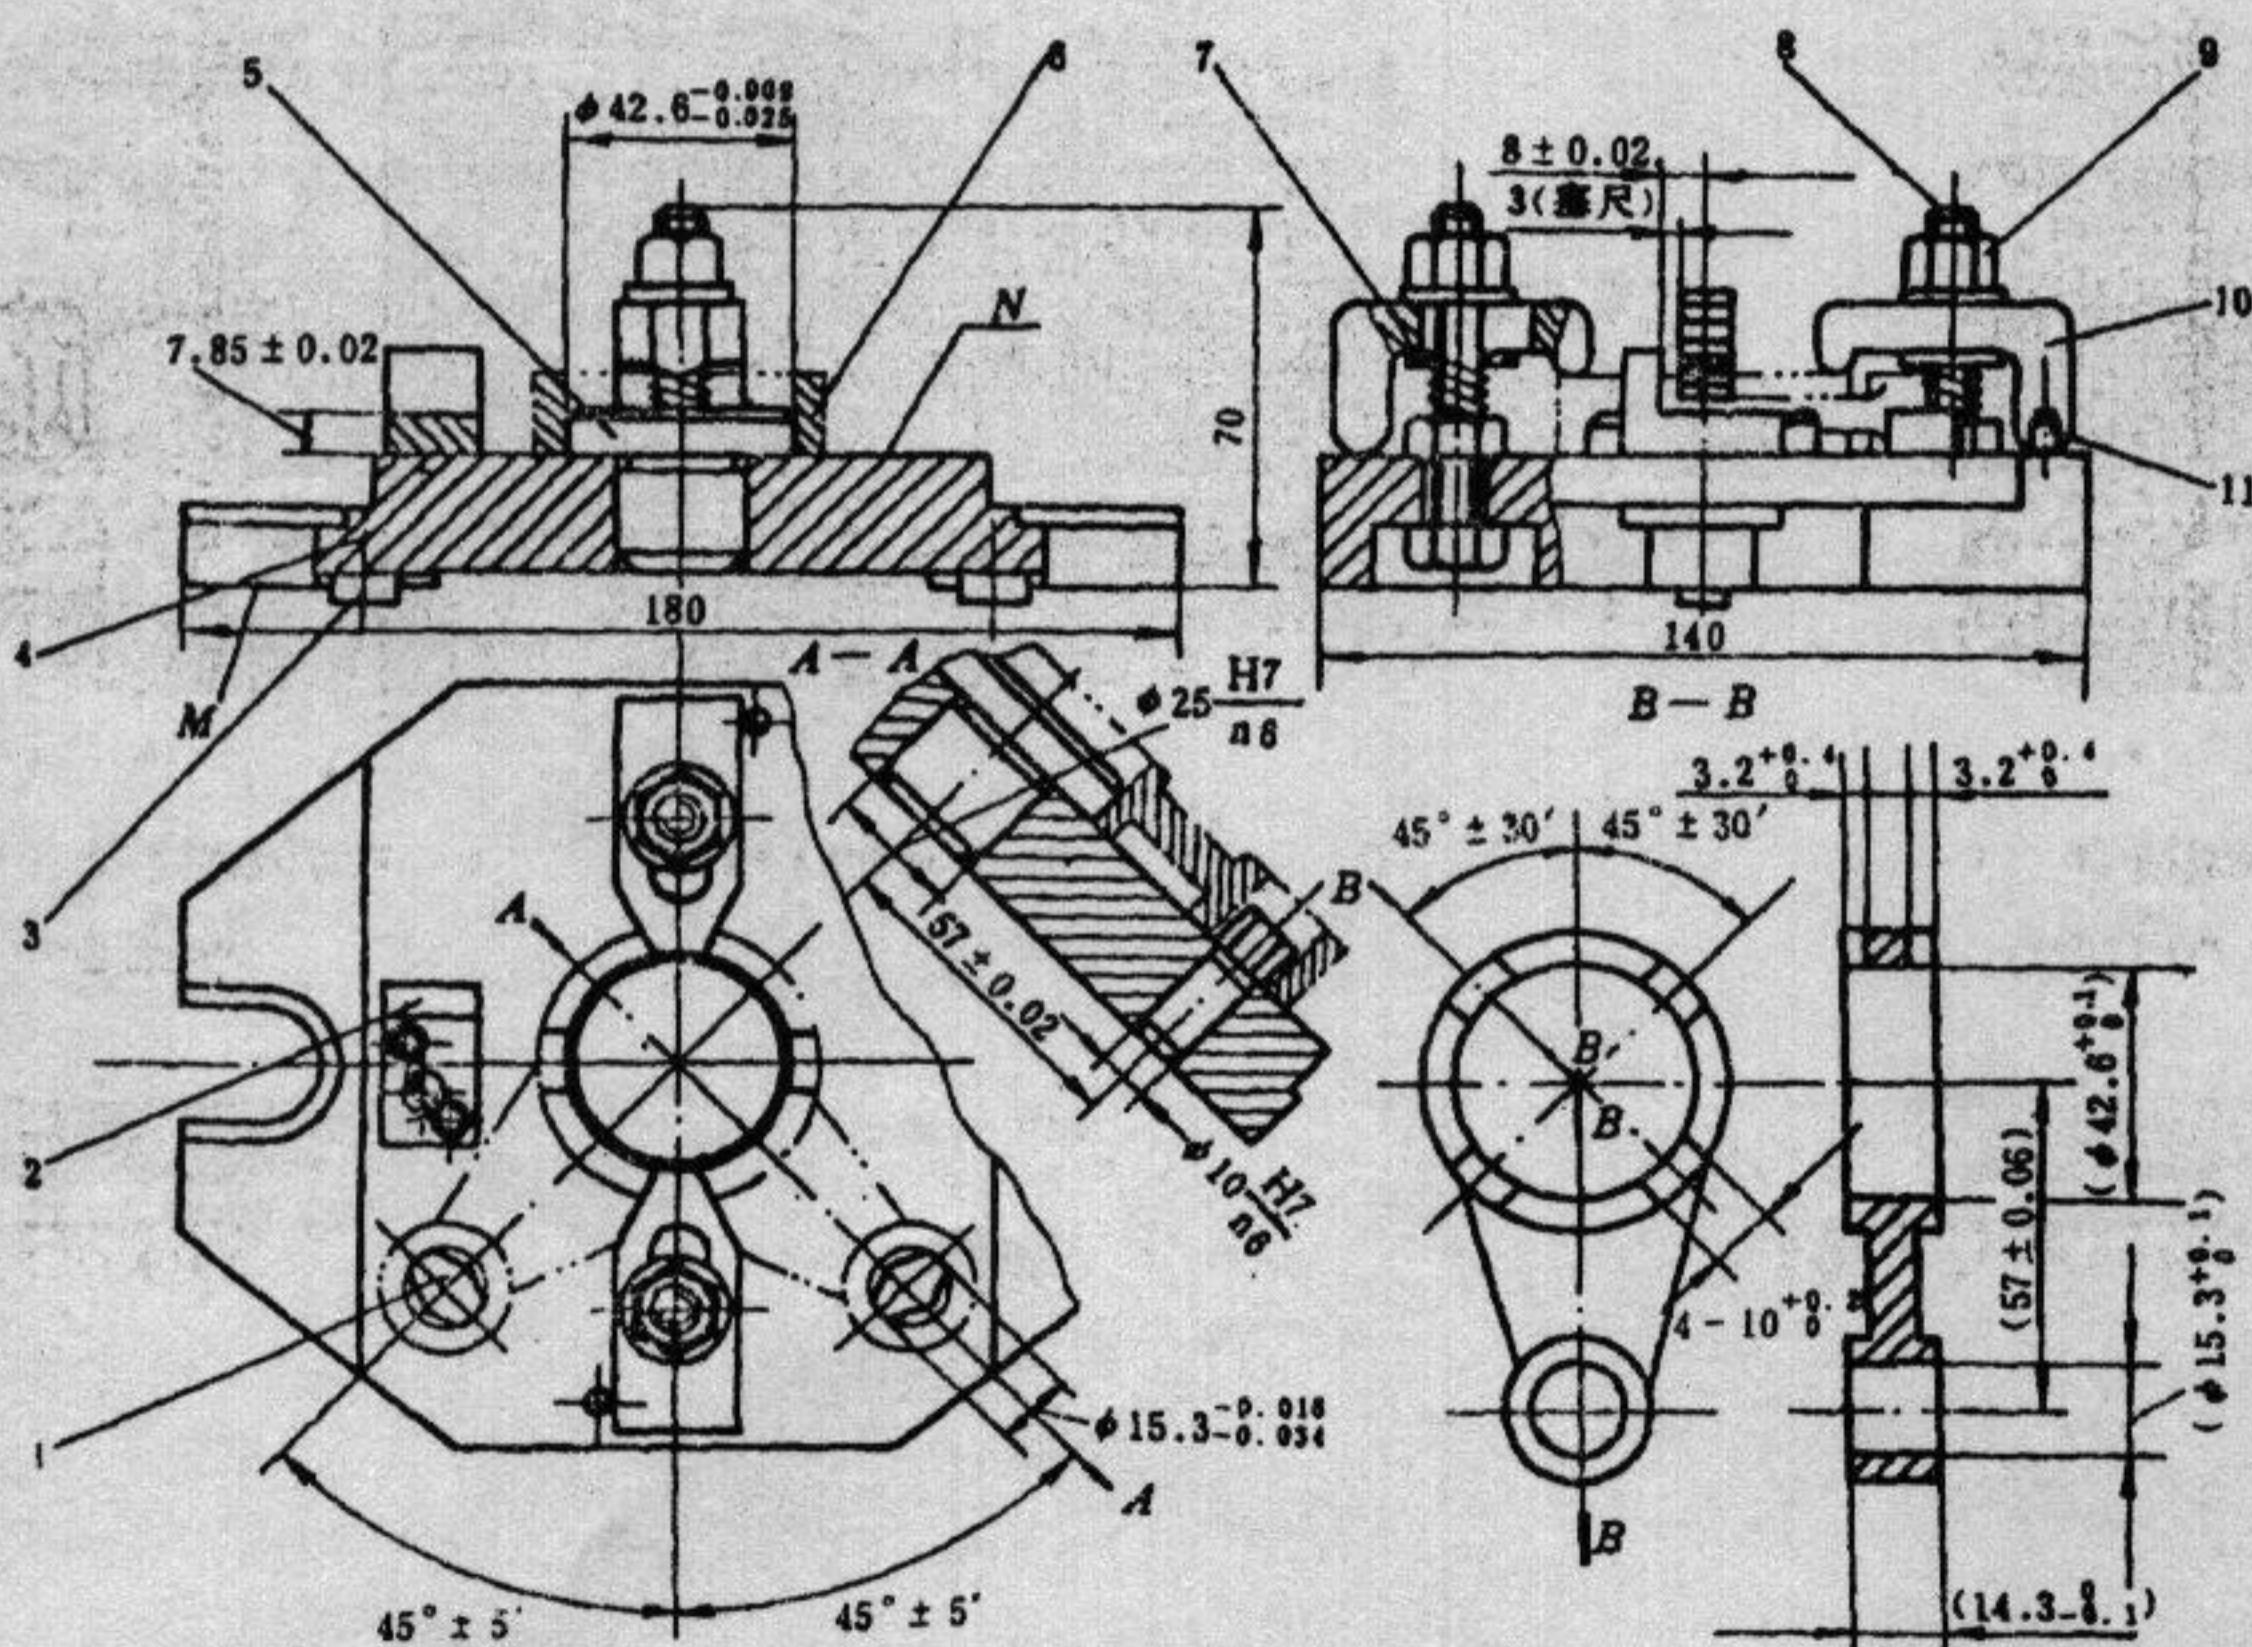

图 3 连杆铣槽夹具
2. 如图 3 所示为加工的连杆零件工序图。工件在孔端面处的 8 个槽。工件分别套在圆柱销 5 和菱形销 1 上，用对刀块 2 调整。夹具板 4 上的两个耳座用螺栓固定。压板 3 转动，在压板一侧设
2. 如图 3 所示为一个在铣床上使用的夹具。图中右下角所示为在该夹具上加工的连杆零件工序图。工序要求工件以一面两孔定位，分四次安装铣削大头孔端面处的 8 个槽。工件以端面安放在夹具底板 4 的定位面 N 上，大、小头孔分别套在圆柱销 5 和菱形销 1，并用两个压板 10 夹紧。铣刀相对于夹具的位置用对刀块 2 调整。夹具通过两个定向键 3 在铣床工作台上定位，并通过夹具底板 4 上的两个耳座用 T 形槽螺栓和螺母固紧在工作台上。为防止夹紧工件时压板转动，在压板一侧设置了止动销 11。